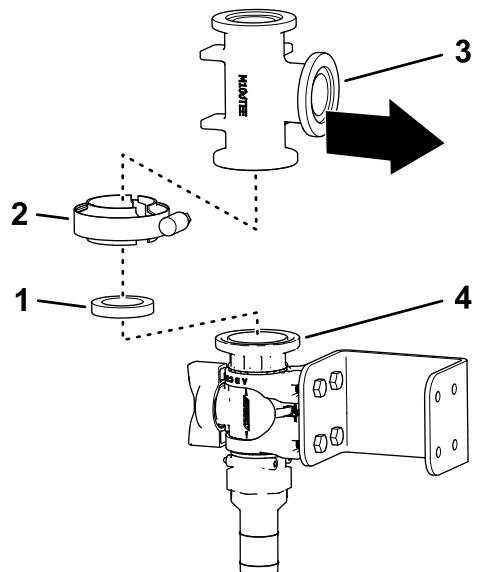
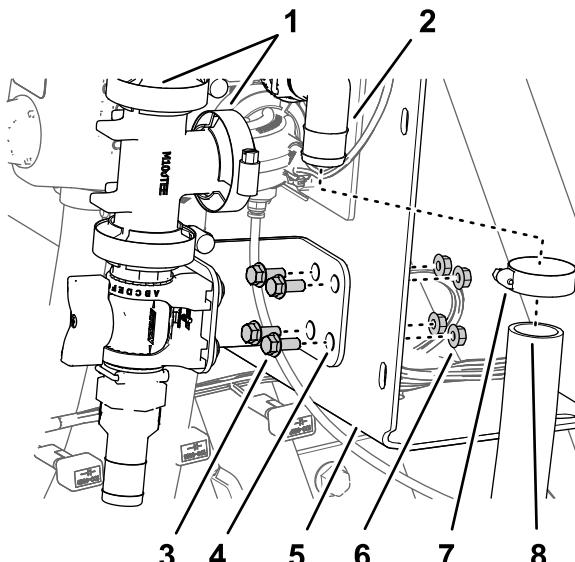

Figura 42
Figura 45
6. Alinee la brida del acoplamiento en T con la brida de la válvula de control, como se muestra en la Figura 42.
7. Sujete provisionalmente el acoplamiento en T a la válvula de control con una junta y una abrazadera para briduras (Figura 42).
2. Monte la escuadra de la válvula de control en el soporte del distribuidor (Figura 45) con 4 pernos con arandela prensada ($\frac{1}{4}$ "-20 \times $\frac{5}{8}$ ") y 4
3. Apriete a mano la abrazadera para briduras que sujetla la válvula de control y el acoplamiento en T (Figura 42) y la abrazadera para briduras que sujetla el acoplamiento en T al acoplamiento de 90 ° (Figura 45).